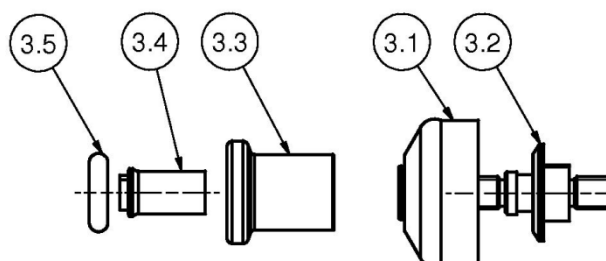

Bild 10 – Ventilkegel Einzelteile
- Vor dem Einbau des Ventilkegels (3) Einbauräume und Laufflächen reinigen.
- Ventilkegel (3) in umgekehrter Reihenfolge montieren (siehe Bild 10).